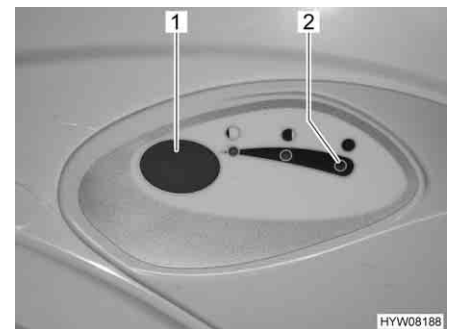

Fig. 147 Pulsante dello sciacquone/spia di controllo toilette Thetford
- Per sciacquare premere il pulsante blu (Fig. 147,1).
La spia di controllo (Fig. 147,2) si accende quando il serbatoio fecale deve essere svuotato.